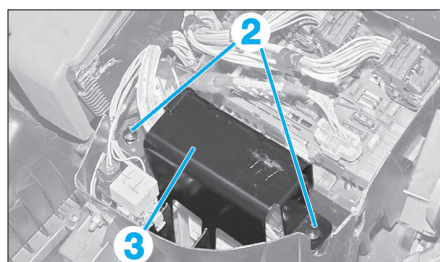

Fig. 29
- les vis autocassantes (2) puis la protection (3) (si équipée) (Fig.29),